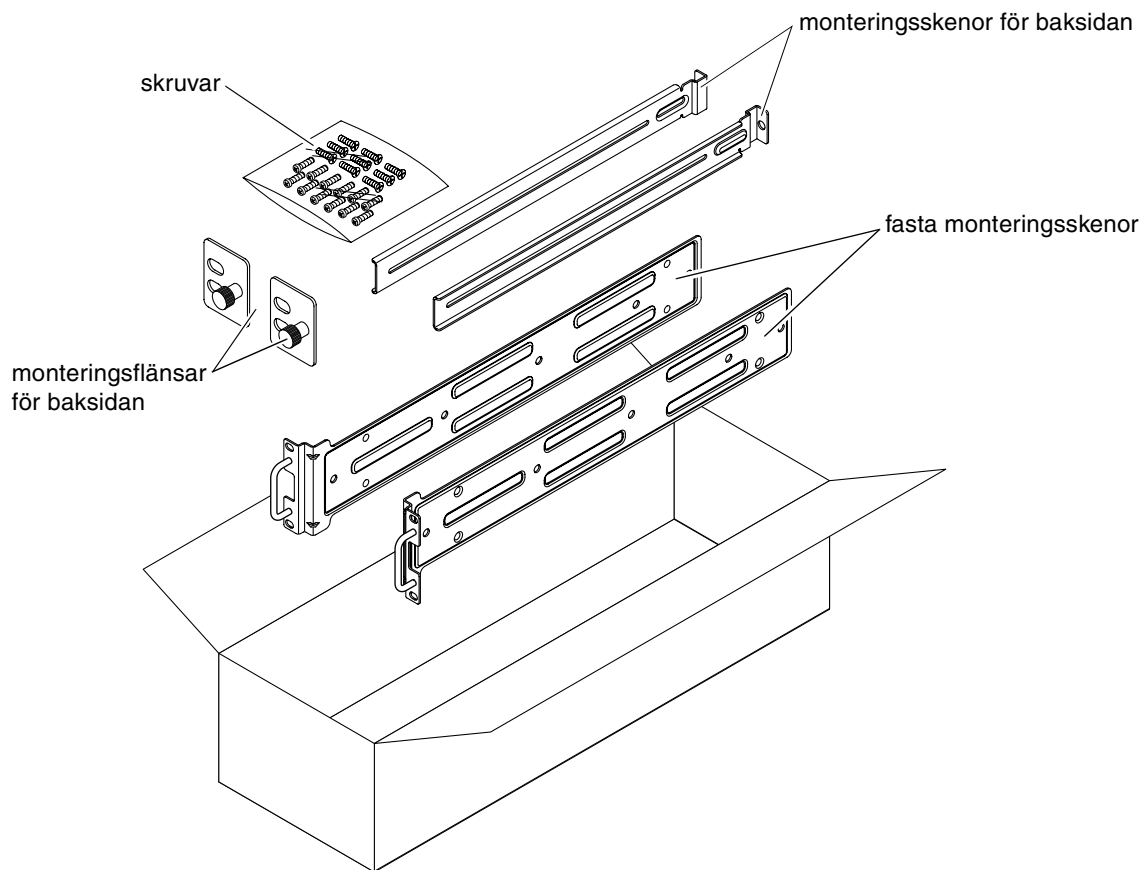

BILD 3-1 Innehåll i paketet för 19-tums 4-bensrack
1. Ta fram de fasta monteringsskenorna från rackpaketet (BILD 3-1).
4. Ta fram de två bakre monteringsskenorna från rackpaketet (BILD 3-1).
8. Ta fram de två bakre monteringsflänsarna från rackpaketet (BILD 3-1).
Du behöver också de fasta monteringsskenorna från standardpaketet för rackmontering som levereras med Netra 240-servern (BILD 3-1).
1. Ta fram de fasta monteringsskenorna och M5 × 8 mm flata stjärnskruvar från standardrackpaketet (BILD 3-1).